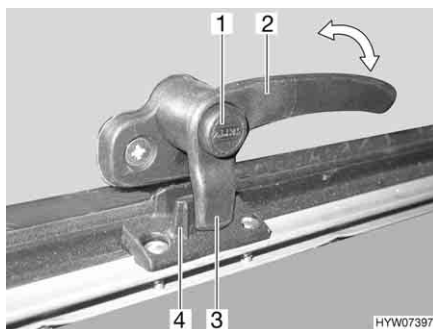
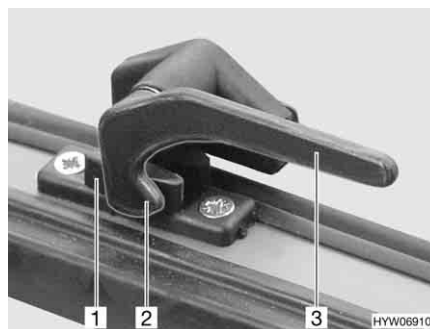

Fig. 56 Palanca de bloqueo con botón de seguridad en la posición de "cerrado"
Fig. 57 Palanca de bloqueo en la posición de "cerrado"
- Si existe, pulsar el botón de seguridad (Fig. 56,1) y mantenerlo pulsado.
- Girar la palanca de bloqueo (Fig. 56,2 ó Fig. 57,3) un cuarto de vuelta hacia la mitad de la ventana.
- Girar la palanca de bloqueo (Fig. 56,2 ó Fig. 57,3) un cuarto de vuelta hacia el marco de la ventana. El saliente de bloqueo (Fig. 56,3 ó Fig. 57,2) de la palanca de bloqueo se encuentra en la cara interior del bloqueo de la ventana (Fig. 56,4 ó Fig. 57,1).
- En la posición "cerrada fijamente" (Fig. 56 y Fig. 57)